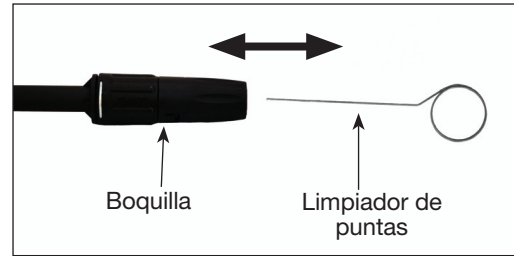

Figura 15
- Usando el limpiador de puntas que se incluye, o un sujetador de papeles desdoblado, introduzca el alambre en el orificio de la boquilla y muévelo hacia adelante y hacia atrás hasta quitar la obstrucción (vea la figura 15).